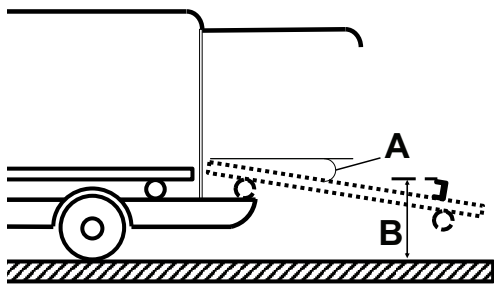

Figura 14 – Especificações da placa de fixação e do tabuleiro de carregamento
- O ângulo (A) do tabuleiro de carregamento não excede os 16° (Figura 14)
- A altura (B) do topo de placa de fixação ao solo está entre 28,0" (71,1 cm) e 29,4" (74,7 cm) (Figura 14)